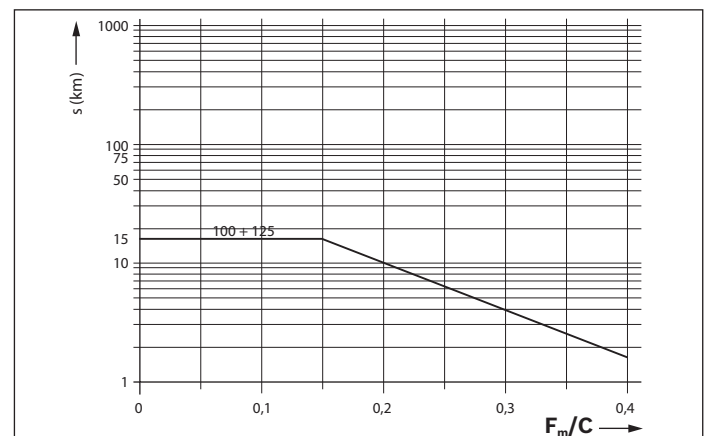

Figure 18
- ▶ Injecter la quantité minimale indiquée dans le tableau 15 dans le raccord de lubrification avant l'atteinte de l'intervalle de relubrification (figure 18).
- ▶ Injecter la quantité minimale selon le tableau 15 dans chaque raccordement de lubrification avant l'atteinte de l'intervalle de relubrification (figure 18). Déterminer le nombre d'impulsions nécessaire à cet effet et la cadence de lubrification de la même manière que pour la relubrification (course normale).
Le nombre d'impulsions nécessaire à cet effet est le quotient en nombre entier déterminé à partir de la quantité de relubrification minimale indiquée dans le tableau 15 et de la plus petite taille de distributeur à piston admissible (Δ quantité par impulsion minimale) indiquée dans le tableau 16. La plus petite taille de distributeur à piston admissible dépend également de la position de montage. La cadence de lubrification est alors déterminée en divisant l'intervalle de relubrification (selon figure 18) par le nombre d'impulsions déterminé.